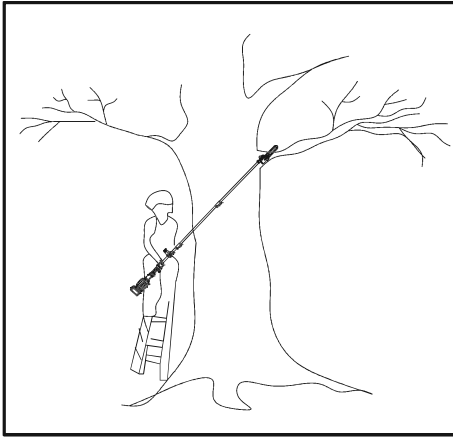

Fig. 49
8. Nunca fique de pé sobre uma escada ou outro tipo de suporte instável durante a utilização do produto. Um suporte inseguro propicia perigos (Fig. 49).